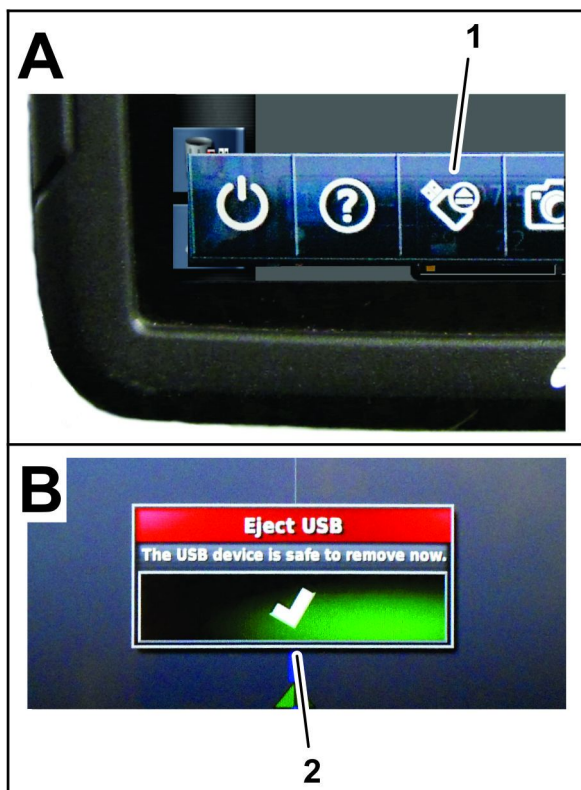

Figure 90
8. Faites glisser le doigt sur l'écran pour accéder à la barre de menu flottante (Figure 90).
9. Appuyez sur l'icône d'éjection de périphérique USB (Figure 90).
10. Dans la boîte de dialogue d'éjection du périphérique USB, appuyez sur l'icône de confirmation et retirez le périphérique USB su moniteur (Figure 90).